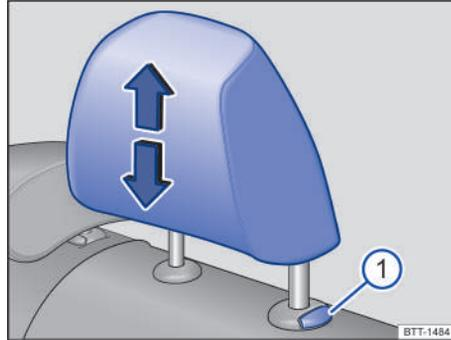
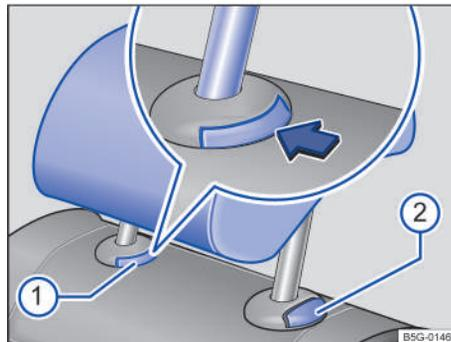

Fig. 68 En las plazas laterales traseras: desmontar el apoyacabezas.
Fig. 69 En la plaza central trasera: desmontar el apoyacabezas.
2. Extraiga el apoyacabezas completamente a la vez que presiona la tecla → fig. 68  o → fig. 69 .
- Baje el apoyacabezas a la vez que presiona la tecla → fig. 68 ① o → fig. 69 ①.